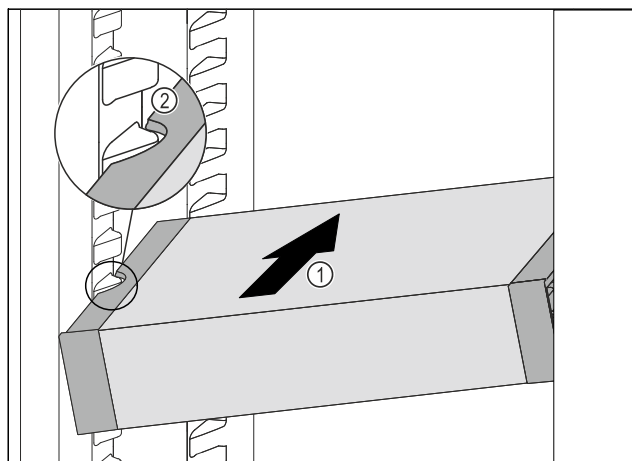

Fig. 167
- Вставити висувний ящик VarioSafe під кутом в охолоджувальне відділення Fig. 167 (1), доки бокові поглиблення Fig. 167 (2) VarioSafe не будуть розташовуватися на рівні ребра для ємності в охолоджувальному відділенні.